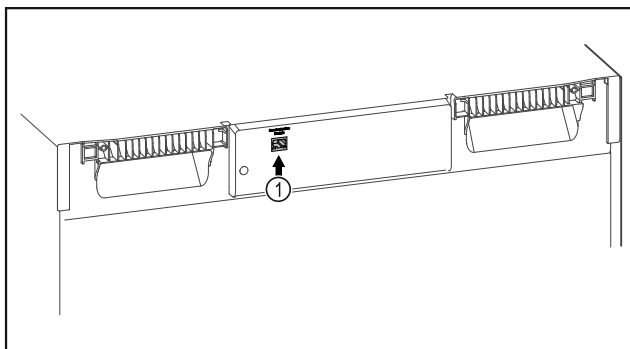

Fig. 108
- Le SmartModule Fig. 108 (1) est installé.